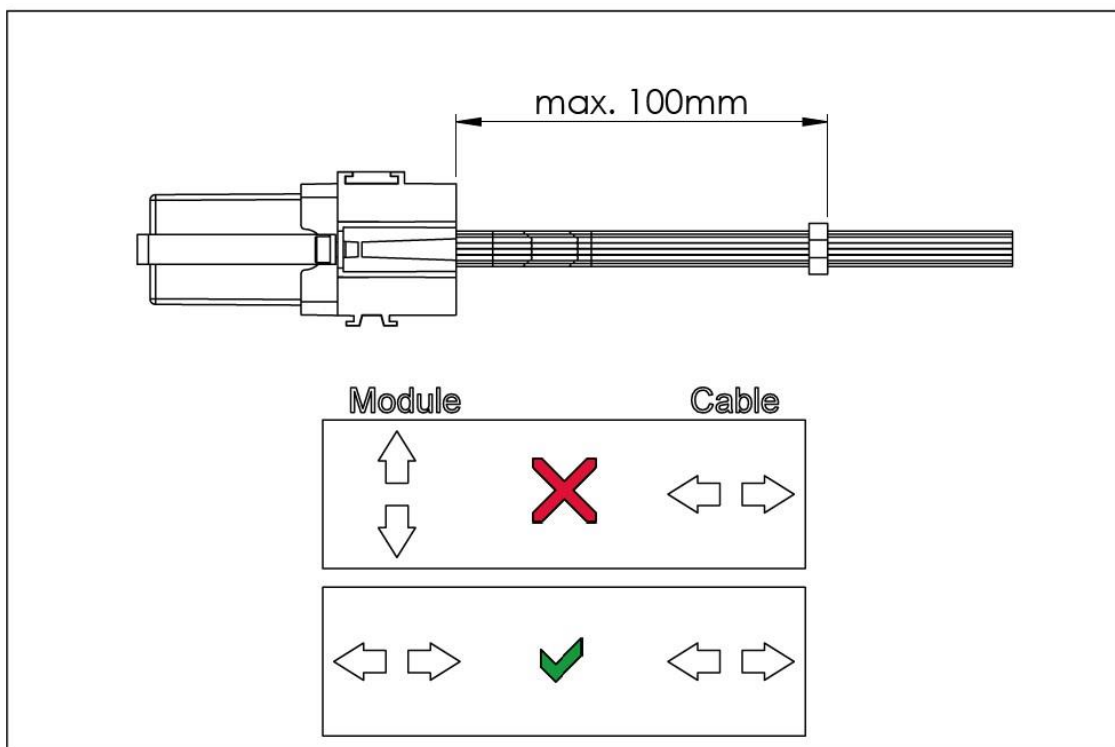

Abbildung 1: Zugentlastung des Kabelbaums (exemplarisch). 100 mm (max.) müssen eingehalten werden.
- Die Kabelführung muss so gewählt werden, dass sich der Kabelbaum ausschließlich identisch zur Bewegungsrichtung der Steuerung/des Steckers bewegt. (Befestigung Steuerung/Kabel/Zugentlastung auf demselben Untergrund). Eine Zugentlastung ist zwingend notwendig (siehe Abbildung 1).